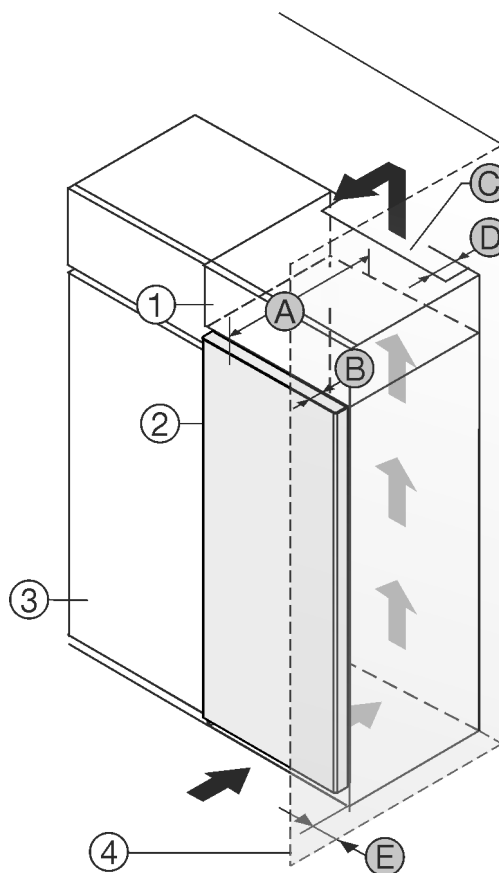

Fig. 1
- (1) Nastavná skříňka*
- (2) Příklad*
- (3) Kuchyňská skříň*
- (4) Stěna*
- (A) Hloubka přístroje*
- (B) Hloubka dvířek*
- (C) Větrací průřez*
- (D) Vzdálenost zadní strany přístroje*
- (E) Vzdálenost k zadní straně přístroje*
Můžete přístroj nainstalovat přímo vedle kuchyňské skřínky Fig. 1 (3)*
Na zadní straně nastavné skřínky musí být větrací šachta hluboká Fig. 1 (D) přes celou šířku nastavné skřínky.*
Pod stropem místnosti musí být dodržen větrací průřez Fig. 1 (C)*
Když přístroj instalujete závěsy vedle stěny Fig. 1 (4), musí být vzdálenost mezi přístrojem a stěnou minimálně 13 mm.*
Když přístroj instalujete závěsy vedle stěny Fig. 1 (4), musí být vzdálenost mezi přístrojem a stěnou minimálně 20 mm.*
Aby bylo možné dvířka plně otevřít, musí přístroj přesahovat o hloubku dvířek *Fig. 1 (B)* vůči přední linii kuchyňské skříňky. V závislosti na hloubce kuchyňských skříněk *Fig. 1 (3)* a použití vymezovačů odstupu od stěny může přístroj vyčnívat dále.*